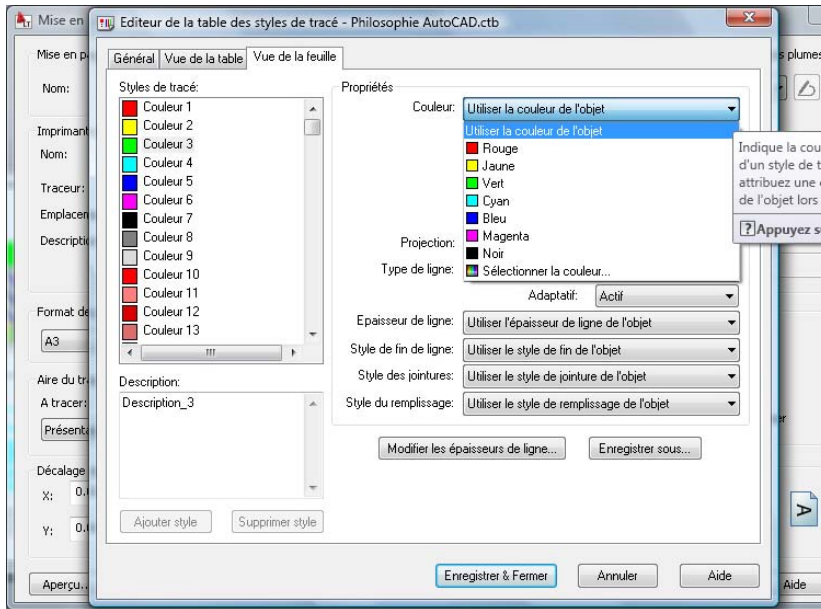

Figure 6.51
- Revenons à l'onglet Vue de la feuille. Le menu déroulant Couleur associé à la couleur du calque une couleur pour le tracé. Soyons plus explicites. Soit, par exemple, le calque dont la couleur est le vert (couleur de numéro 3). Cette couleur peut être utilisée et tracée telle quelle et, dans ce cas, l'option Utiliser la couleur de l'objet sera sélectionnée. Soit, on peut associer au calque vert une autre couleur pour le tracé. Celle-ci sera sélectionnée sur la liste du menu déroulant Couleur (zone Propriétés de l'éditeur de la table des styles de tracé) [voir Figure 6.51].